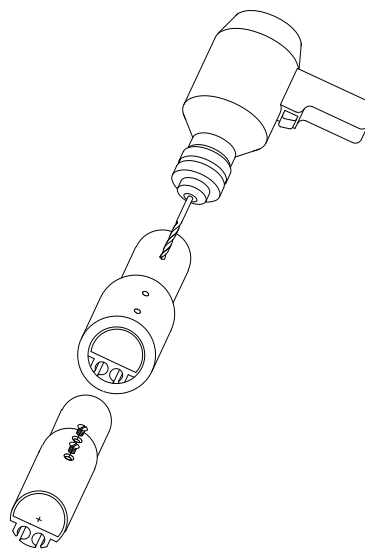

Рис.7
4.6.2. С помощью двух винтов соединить профиль для заводки стакселя и вставку соединительную. Затем все это соединить с последним промежуточным профилем (данный профиль, в отличие от всех других профилей, имеет только с одной стороны 2 отв. $\Phi 4,2$ мм для закруток WSS6-8, WSS10-12, WSS14-16 и 2 отв. $\Phi 5,2$ мм для закруток WSS19) и через кондуктор просверлить 2 отв. (см. рис.7). В последнем промежуточном профиле рассверлить эти отверстия до диаметра 4,2мм или 5,2мм и сделать фаски под потайные головки винтов.